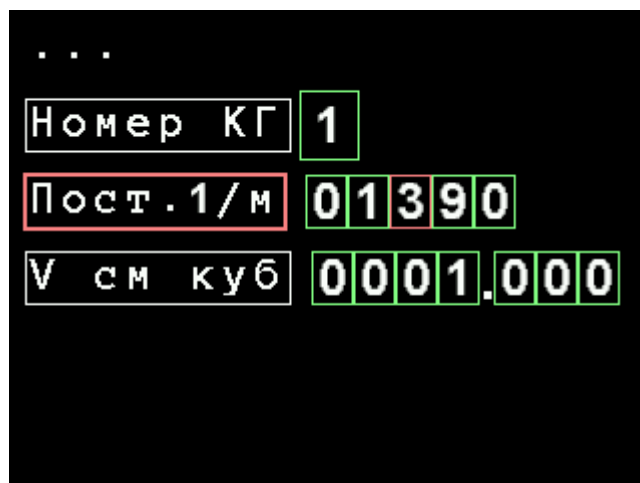

Рисунок 3.32. Меню редактирования параметров катушки Гельмгольца
- подменю параметров катушек Гельмгольца («Параметры КГ ...»), которое служит для редактирования постоянной катушек Гельмгольца по напряженности магнитного поля и/или объема испытуемого образца (рисунок 3.32);
- Параметр «Усреднение» (рисунок 3.32а) предназначен для вызова подменю способа усреднения (вычисление среднего арифметического с учетом знаков или среднего арифметического модулей результатов измерений).
Рисунок 3.32а. Меню выбора способа усреднения